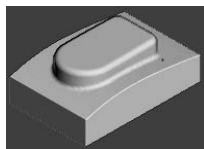

图 3-30 仿真加工结果
2) 在“仿真”工具栏的“当前刀具路径”下拉列表中选择要模拟的刀具路径 semifinish，然后单击“执行”按钮，系统开始自动仿真加工，仿真加工结果如图 3-30 所示。